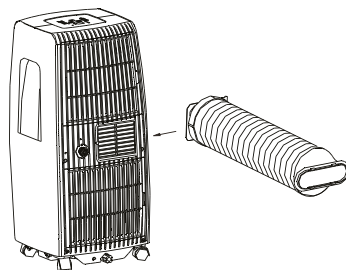

Рис. 4-3
2. Установите шланг для вывода воздуха в отверстие ( рис. 4-3).